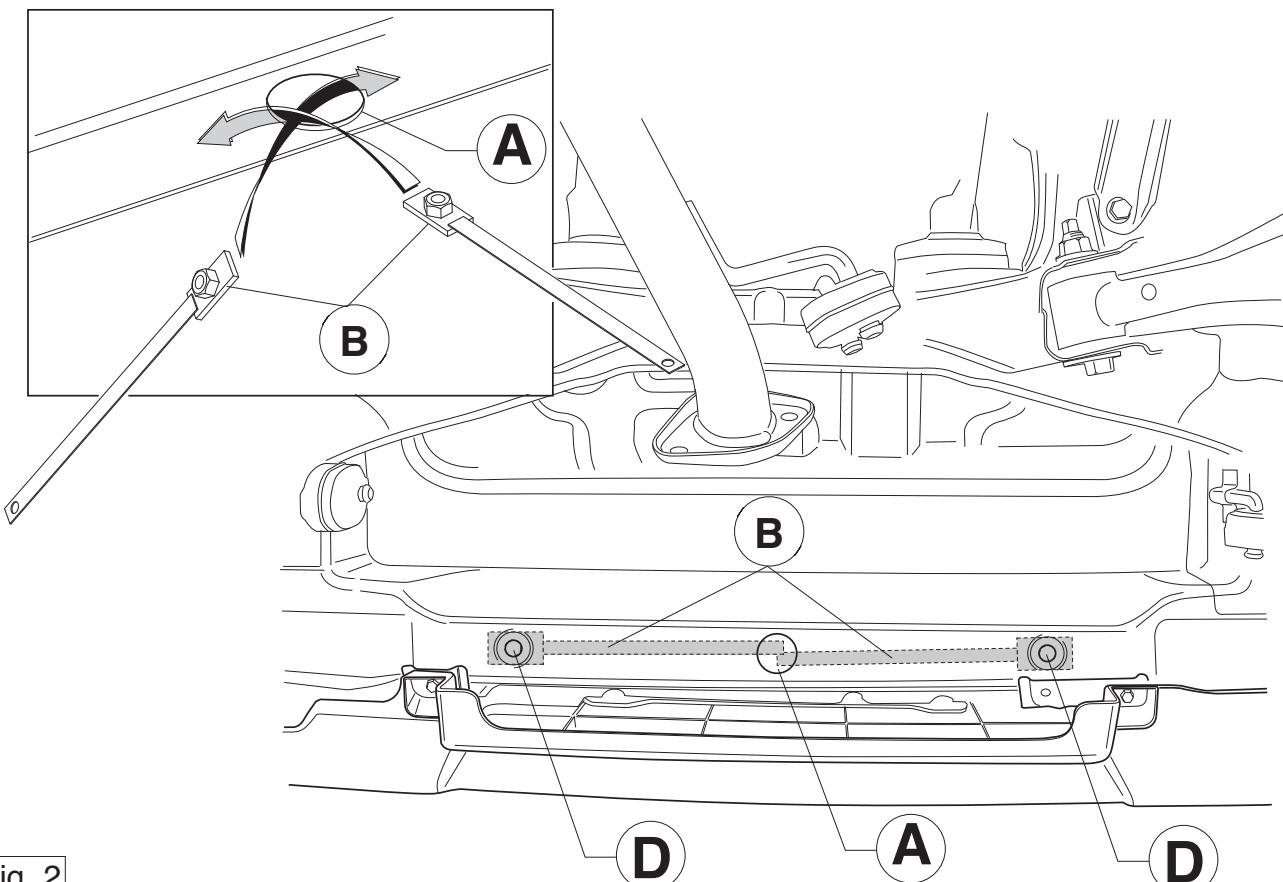

Fig. 2
5. Position the two strips B on the inside of the chassis See figure 2.
5. Placer les deux plaquettes B à l'intérieur du châssis. Voir la figure 2.
5. Поставить на внутренней стороне шасси две полосы В. См. рисунок 2.